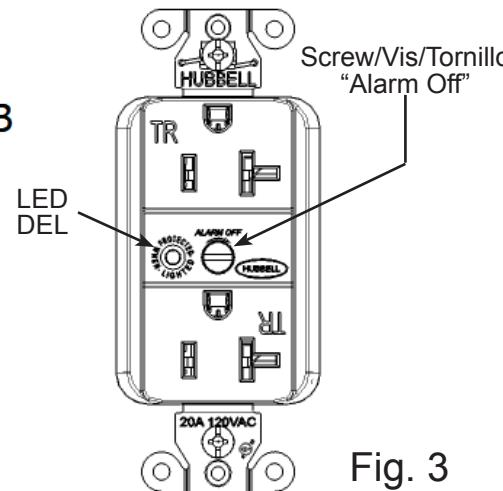

Fig. 3
1. The green Light Emitting Diode (LED) is "on" when power is "on" and surge protection is present (Fig. 3).
4. In units equipped with an audible alarm, the alarm will sound continuously if surge protection is lost. The alarm may be silenced by turning the "ALARM OFF" screw on the front of the receptacle clockwise (Fig. 3).
1. La DEL verte est allumée quand le dispositif est alimenté et la protection contre les surtensions transitoires est active (Fig. 3).
4. Dans les dispositifs munis d'une alarme sonore, l'alarme sonne de manière continue si la protection contre les surtensions transitoires a été perdue. L'alarme peut être réduite au silence en faisant tourner dans le sens horaire la vis «ALARM OFF» sur l'avant de la prise (Fig. 3).
1. La luz verde (LED) se enciende cuando se conecta la energía y está presente la protección contra sobretensiones (Fig. 3).
4. En los dispositivos provistos de una alarma audible, la alarma emitirá un sonido continuo si se pierde la protección. La alarma se puede apagar girando hacia la derecha el tornillo marcado «ALARM OFF» ubicado en la parte frontal del receptáculo (Fig. 3).